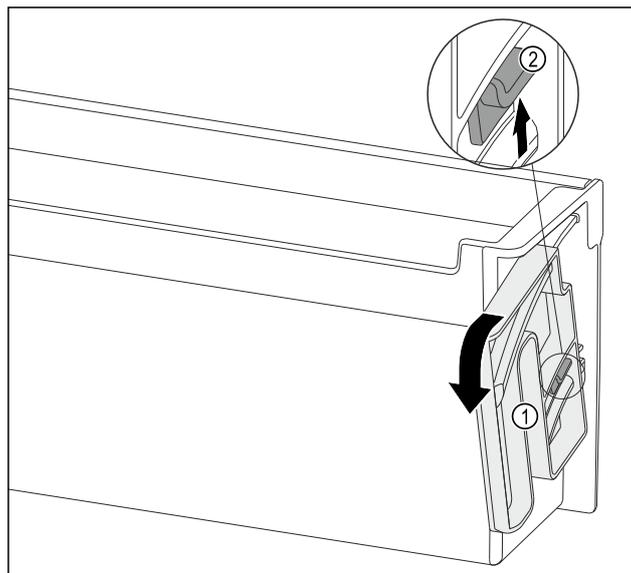

Fig. 110
- Tourner l'unité de rotation Fig. 110 (1) dans le sens indiqué jusqu'en butée.
- Pousser la languette Fig. 110 (2) vers le haut et retirer l'unité de rotation Fig. 110 (1).